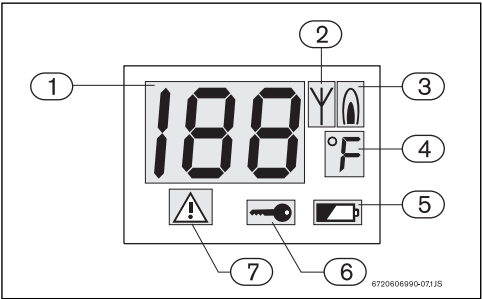

Fig. 1 Display LCD multifunzione, dello scaldabagno
Il telecomando è munito di un sistema di segnalazione di guasti. Eventuali guasti provenienti dallo scaldabagno verranno visualizzati sul display LCD sotto forma di codici di errore (Fig. 1, [pos. 1]) e con il simbolo di "blocco di sicurezza" (Fig. 1, [pos. 7]). Il telecomando funzionerà solo dopo aver premuto il tasto di riarmo sullo scaldabagno ed aver eliminato l'errore. Consultare il manuale di installazione dello scaldabagno per identificare/eliminare il tipo di errore.
Quando il livello di carica delle batterie è basso, il simbolo di batteria scarica (Fig. 1, [pos. 5]) appare sul display.